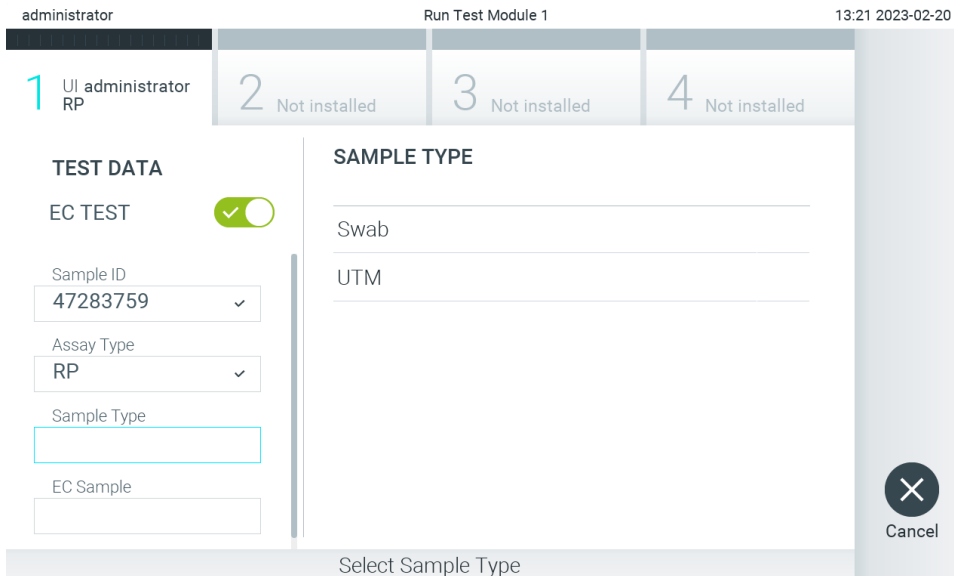

Abbildung 94. Auswählen eines Probenotyps.
5. Wählen Sie gegebenenfalls den entsprechenden Probentyp aus der Liste aus (Abbildung 94).